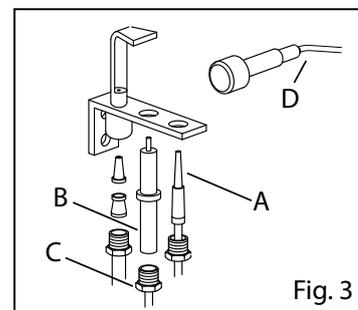

Fig. 3
- Svitare l'iniettore dalla propria sede (Fig. 3).
- Svitare la termocoppia dal pilota (Fig. 3/A)
- Staccare il cavo d'alta tensione della candeletta (Fig. 3/B)
- Svitare il dado (Fig. 3/C)
- Collegare il cavo d'alta tensione (Fig. 3/B)
- Staccare il cavo dall'accenditore piezoelettrico (Fig. 3/D)